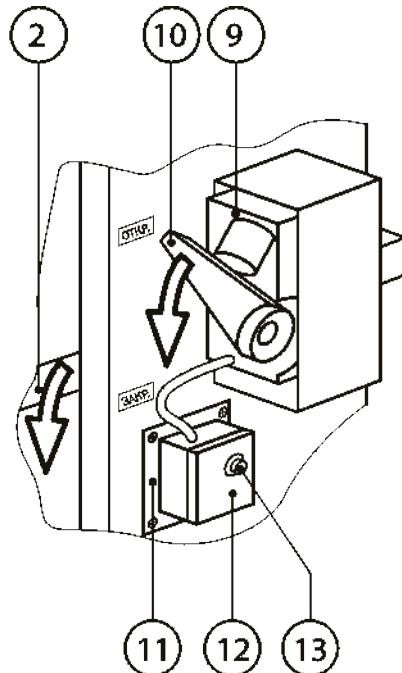

Рисунок 10. Проверка работоспособности клапанов НО и НЗ с электромагнитным приводом – М220 / М24
- S1** – кнопка (13 на рис.10), при нажатии замыкает цепь срабатывания электромагнита привода;
Для клапанов НО и НЗ с электромагнитным приводом M220 / M24 (рис. 10):